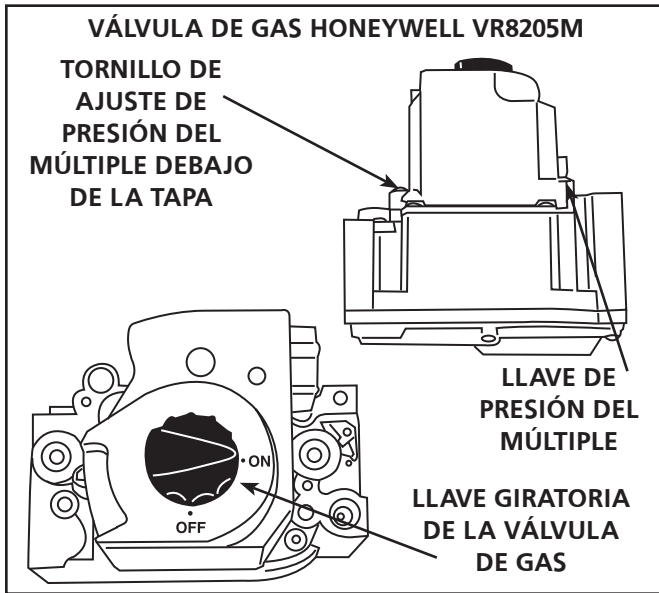

FIGURA 10
FUNCIONAMIENTO DE LA VÁLVULA DE GAS PARA LAS VÁLVULAS HONEYWELL SERIE VR8205M (FIGURA 10)
5. Hay una perilla giratoria negra que se puede mover entre las posiciones de encendido y apagado. Gire la perilla a la posición "off" (apagado). (Ver Figura 10).
- Luego de verificar y ajustar la presión de línea, compruebe la presión del colector. La presión del colector correcta se muestra en la placa de especificaciones de la unidad. Consulte la **figura 10** para ver la ubicación del tornillo de ajuste de la presión de gas. Para convertir la unidad, se requiere un juego de conversión de gas natural a gas propano/licuado. Para ver el procedimiento de conversión, consulte las instrucciones de instalación suministradas con el juego de conversión.